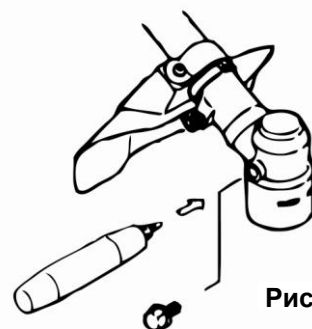

Рис. 8
- Выключите двигатель триммера, открутите болт в боковой части редуктора, залейте небольшое количество (20-30 мл) масла в редуктор (См. Рис.8)